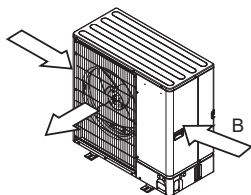

Fig. 2-5
- (3) Posizionare l'unità in modo che la bocca di uscita soffi perpendicolarmente alla direzione del vento. (Fig. 2-5)